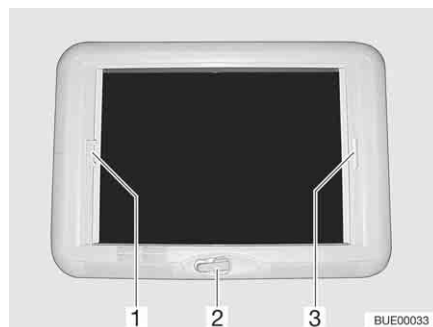

Bild 114 Kurbelhub-Dachhaube
Öffnen: ■ Die Handkurbel (Bild 114,2) drehen, bis Widerstand spürbar ist.
Schließen: ■ Die Faltverdunklung am Griff (Bild 114,3) ziehen und an der gewünschten Position loslassen. Die Faltverdunklung bleibt in dieser Position stehen.
- Den Insektenschutz am Griff (Bild 114,1) zum gegenüberliegenden Griff der faltverdunklung (Bild 114,3) ziehen und einrasten lassen.
- Den Griff des Insektenschutzes (Bild 114,1) hinten nach oben drücken und den Insektenschutz an der faltverdunklung (Bild 114,3) aushängen.